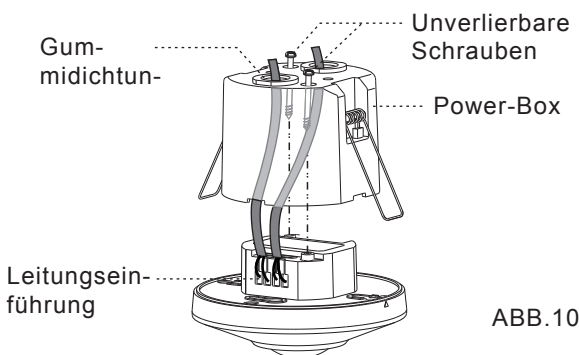

ABB.10
- 3.4.2.2 Durchstoßen Sie die Gummidichtung an der Power-Box mit einem Schraubendreher und führen Sie anschließend die Kabel durch diese neue Öffnung (siehe ABB.10).